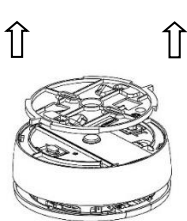

Figura 5
2. Retire o suporte plástico do detetor (ver Figura 5).
1. Remova o suporte plástico do detetor (*ver Figura 5*).